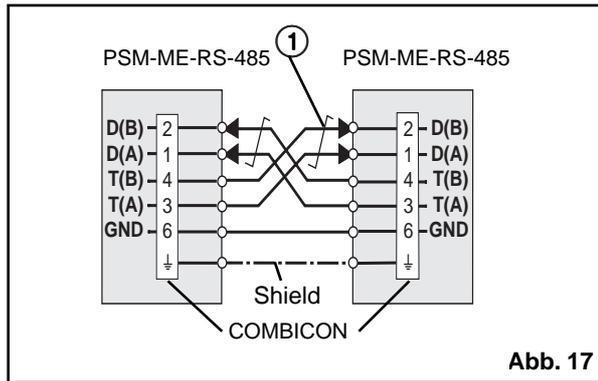

Abb. 17
- 6) Verbinden Sie für eine Kopplung zweier RS-485-Schnittstellen die Anschlüsse nach Abb. 17 miteinander. (1 = verdrehtes Adernpaar/twisted pair) Achten Sie beim Anschluß auf die erforderliche Kreuzung von Sende- und Empfangsdaten. Die Verbindung von GND wird empfohlen, ist aber für die Funktion nicht zwingend erforderlich.